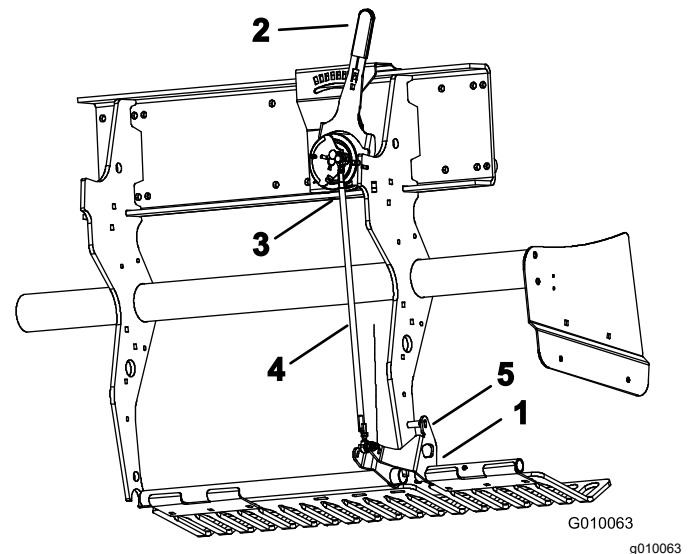

Figure 59
2. Tournez le support de fixation du protège-gazon gauche (Figure 59) jusqu'à ce qu'il soit possible d'introduire une goupille de sécurité, comme un foret ou un boulon de 8 mm (5/16 po), entre le support et le tube de réglage de profondeur qui est soudé au cadre.
3. Placez le levier de réglage de profondeur d'aération (Figure 59) à la position « H » (profondeur maximale).
4. Débranchez le commutateur sphérique extérieur (Figure 59) du faisceau de câblage (commutateur d'abaissement de tête).
5. Desserrez les écrous de blocage (gauche et droit) sur la biellette de réglage de profondeur (Figure 59).